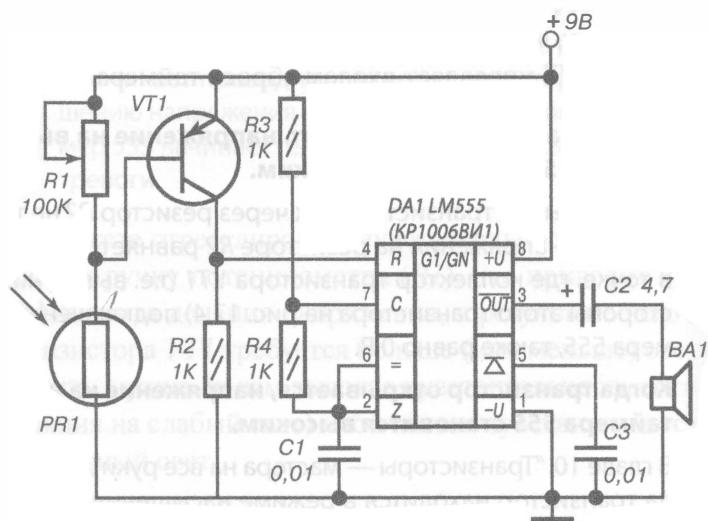

Рис. 17.4. Электрическая схема светочувствительного сигнализатора
На рис. 17.4 показана принципиальная схема светочувствительного сигнализатора. Идея этого устройства проста: сигнал тревоги включается при появлении света.
Таким образом, чтобы заставить таймер 555 выдавать звуковой сигнал только при наличии света, нужно создать светочувствительный переключатель и использовать его для управления входом сброса таймера 555. Такой светочувствительный переключатель реализован в виде пары “фоторезистор-транзистор”, как показано в левой части схемы на рис. 17.4.
- » При закрытом транзисторе ток через резистор *R2* не течет, поэтому падение напряжения на резисторе *R2* равняется 0 В и напряжение в точке, где коллектор транзистора *VT1* (т.е. вывод нижней правой стороны этого транзистора на рис. 17.4) подключен к выводу 4 таймера 555, также равно 0 В.